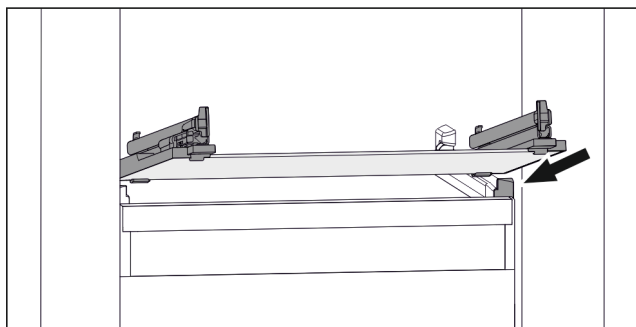

Fig. 130 Przykładowa prezentacja płyty szklanej
- ▶ Założyć płytę szklaną pod skosem za stoperami. (patrz Fig. 130)